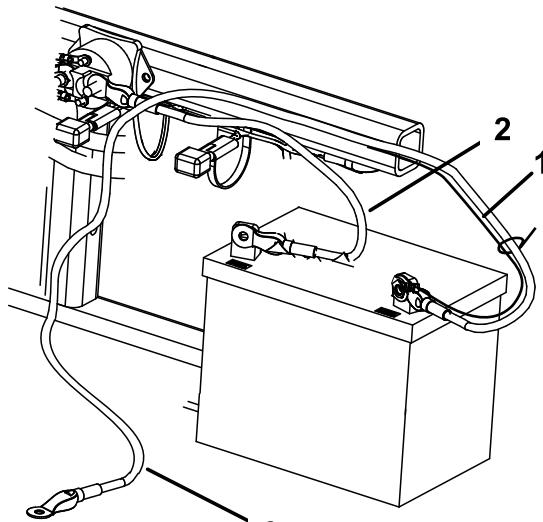

Figura 5
2. Conecte el cable positivo (rojo) al borne positivo (+) con un perno y una contratuerca de 1/4 x 5/8 pulg. (Figura 5).
3. Conecte el cable negro pequeño y el cable negativo (negro) al borne negativo (-) de la batería con un perno (1/4 x 5/8 pulgada) y una contratuerca (1/4 pulgada) (Figura 5).